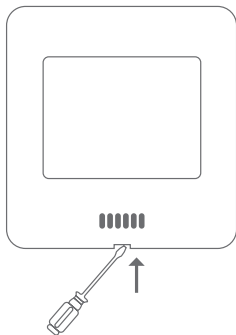

Рисунок 14. Демонтаж лицевой панели терморегулятора
1. Освободите лицевую панель, вставив отвертку в паз в нижней части как показано на рис. 14.